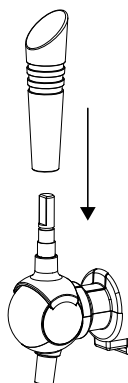

Abb.1
2. Befestigen Sie den Zapfhahngriff auf dem Zapfhahn. Achten Sie darauf, dass der Griff fest montiert ist (Abb. 1).